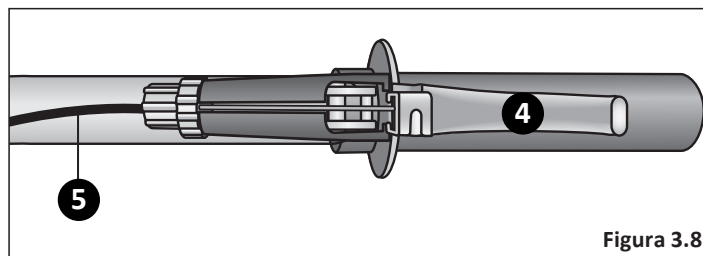

Figura 3.8
- ❹ Suelte la maneta de freno. **Figura 3.8**
- ❺ Tire ligeramente del cable y gire la tuerca y el barril del cable para que ya no estén alineados.